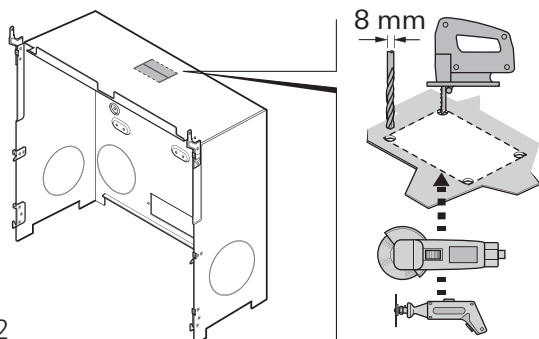

Fig. 12
- ▶ Preperforar cuatro orificios en las esquinas con un taladro de 2,8 mm y taladrar con un taladro de 8 mm (Fig. 12).
- ▶ Serrar hasta conseguir un orificio rectangular. Para ello se puede utilizar, por ejemplo, una sierra de calar, una herramienta multifuncional con un disco lija metálico o una cizalla pequeña (Fig. 12).